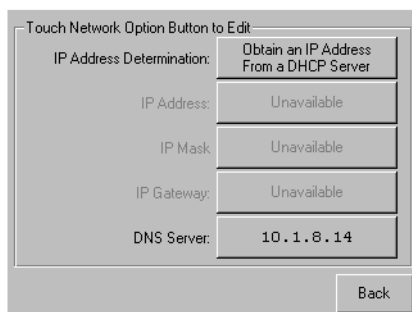
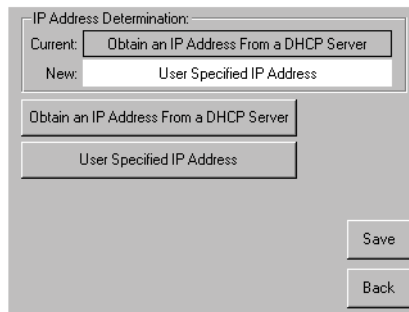

図3-9. [IP Address Determination]画面
図3-10. [User-Specified IP Address]画面
1. メニュー画面の[Edit Options]エリアにある[Network]オプションに触れます。[IP Address Determination]画面が表示されます (図3-9を参照)。
2. [IP Address Determination]オプション（図3-9を参照）に触れてから、[User-Specified IP Address]オプションに触れます（図3-10を参照）。